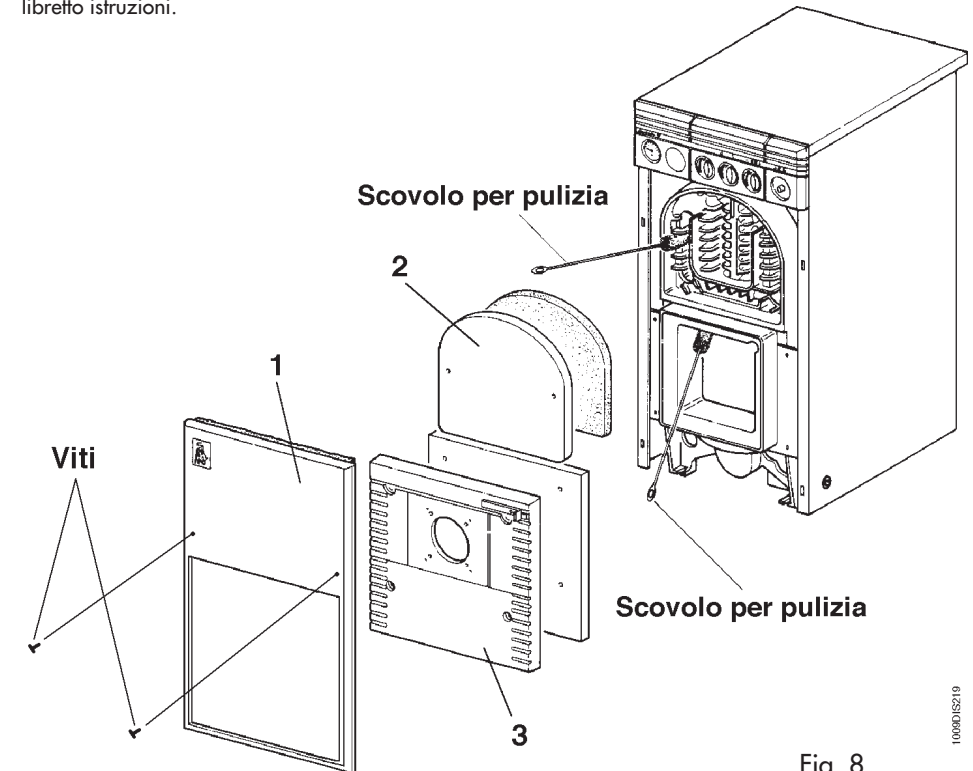

Fig. 8
- togliere i pannelli 1, 2 e 3 (Fig. 8);